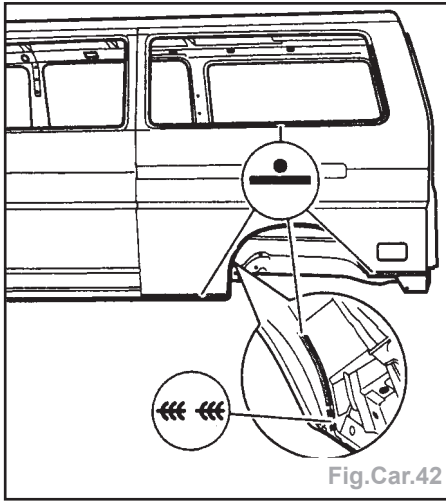

Fig.Car.42
- le panneau latéral à la pointeuse électrique (Fig.Car.42),